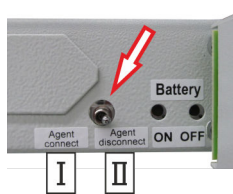

Fig. 21: Interruttore di bloccaggio
1. ➤ Bloccare il sistema: commutare l'interruttore di bloccaggio (Fig. 21/freccia) su "Agent disconnect [bloccato]" (Fig. 21/ II).